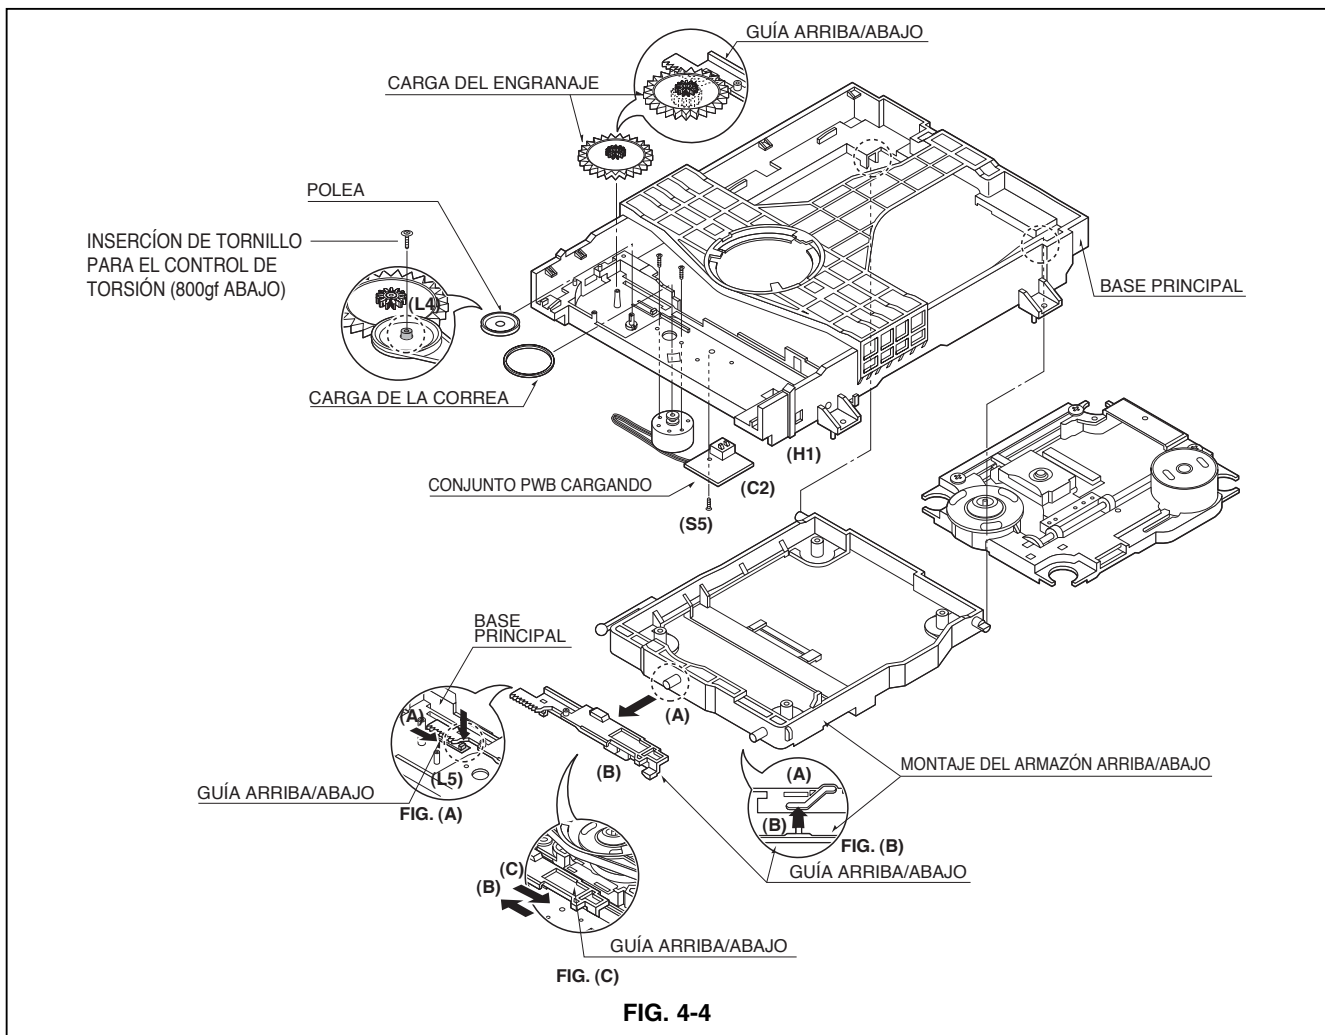

FIG. 4-4
5. CONJUNTO DEL ARMazón ARRIBA/ABAJO (FIG 4-4)
- Al volver a montar, mueva la guía arriba/abajo en la dirección que indica la flecha (C) hasta que quede posicionada como en la Fig.(C).
- Al volver a montar, inserte la porción (A) del conjunto del armazón arriba/abajo en la porción (B) de la guía arriba/abajo como indica la Fig.(B)
6. CARGA DE LA CORREA (FIG 4-4)
7. POLEA (FIG. 4-4)
- 1) Desbloquee la pestaña de bloqueo (L4) en la dirección que indica la flecha (B) y, a continuación, separe la polea de la base principal.
8. CARGA DEL ENGRANAJE (FIG 4-4)
9. GUÍA ARRIBA/ABAJO (FIG. 4-4)
10. CARGA DEL CONJUNTO PWB (FIG. 4-4)
11. BASE PRINCIPAL (FIG. 4-4)